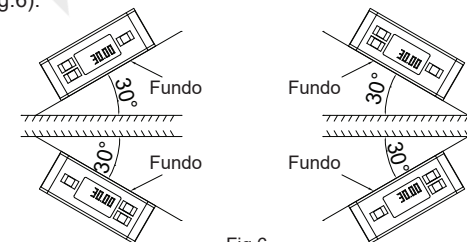

Fig.6
7. O instrumento pode ser utilizado em 4 orientações, o ecrã vira-se quando a parte inferior está virada para cima (Fig.6).